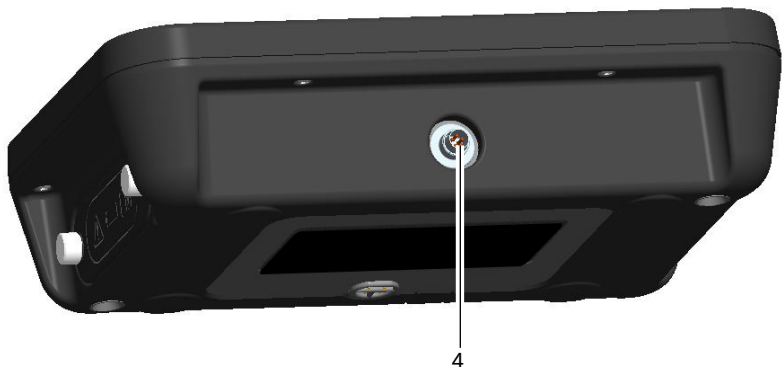

图 3: ADTSTOUCH 脐带电缆接口
- 用脐带电缆将 ADTSTOUCH 接头 (4) (见图 3) 连接至 ADTS。